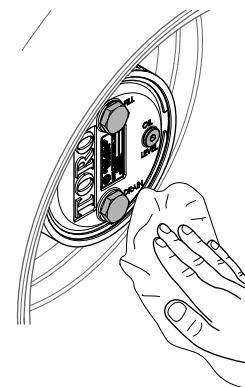

Figura 85
3. Limpie con un trapo los alojamientos del planetario y del freno (Figura 85).